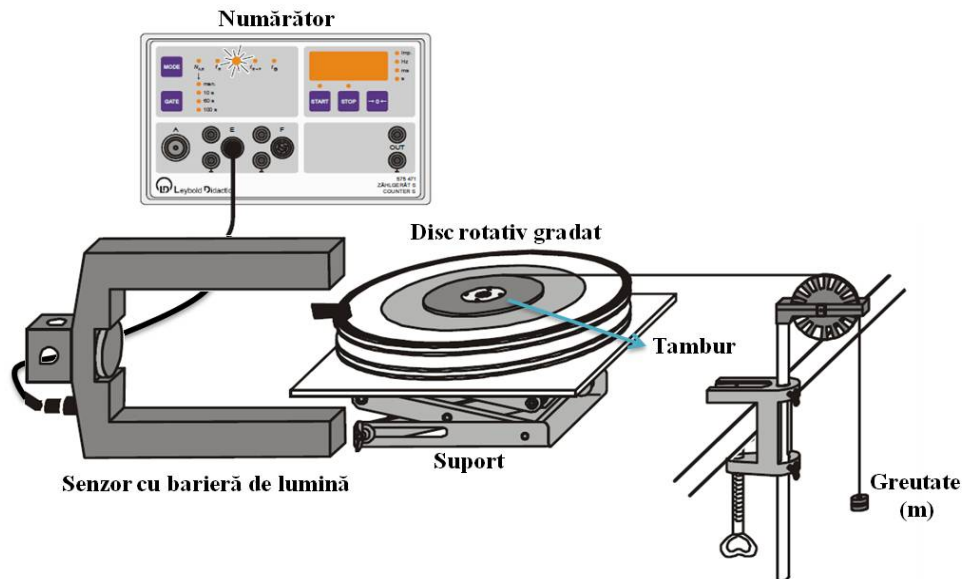

Figura 2. Montajul experimental pentru studiul mișcării de rotație
- Se așează discul rotativ pe standul de laborator ca în Figura 2.